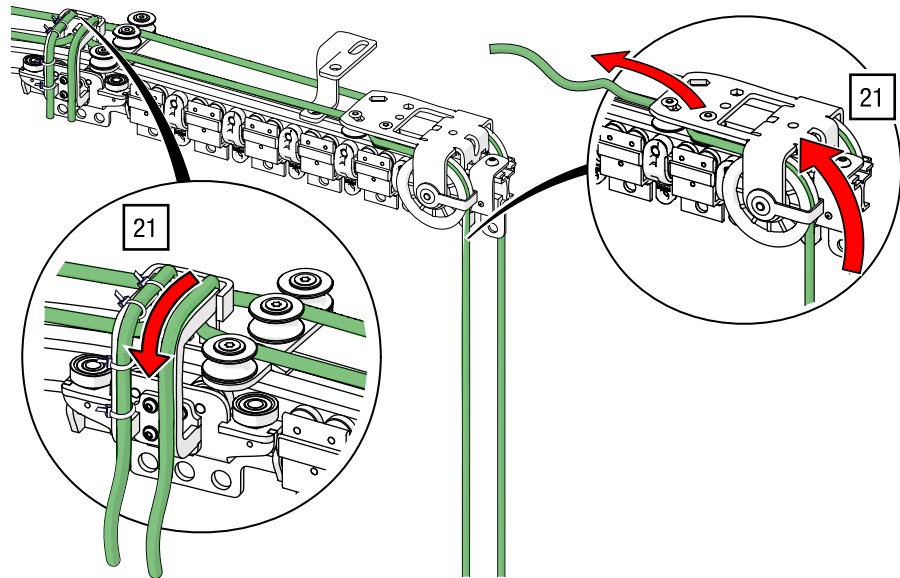

Abb. 101: Obenliegende Seilführung – Seilenden über Ableitrolle in Zugwagen führen
21. Führen Sie das zweite Seilende durch die Ableitrolle nach oben zum ersten Zugwagen und binden Sie am Zugwagen an mehreren Positionen mit Kabelbindern fest (siehe Abb. 101).